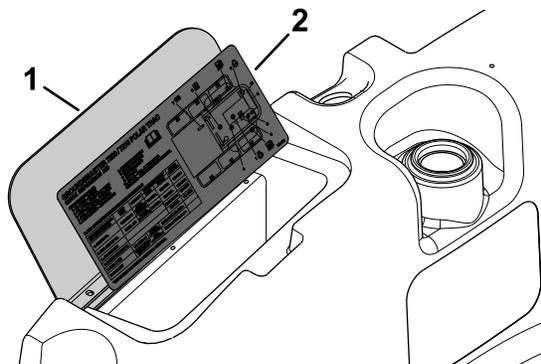

Рисунок 1
1. Очистите плоскую крышку, чтобы обеспечить прочное сцепление с наклейкой (Рисунок 1).
2. Удалите с обратной стороны защитный слой и приложите наклейку к плоской крышке (Рисунок 1).